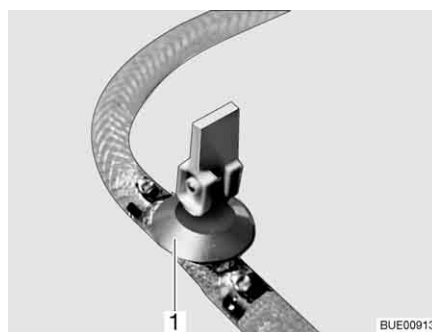
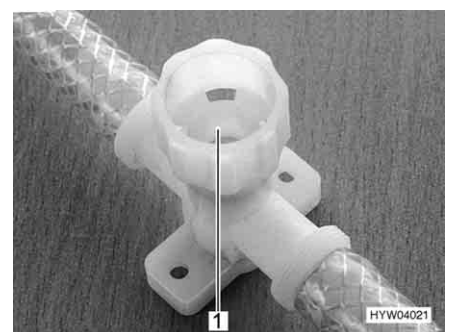

Bild 248 Ablasshahn (mit Kipphebel)
Bild 249 Ablasshahn (mit Drehkappe)
- Alle Ablasshähne schließen. Dazu den Kipphebel des Ablasshahns (Bild 248,1) waagrecht stellen oder die Kappe des Ablasshahns (Bild 249,1) im Uhrzeigersinn drehen.